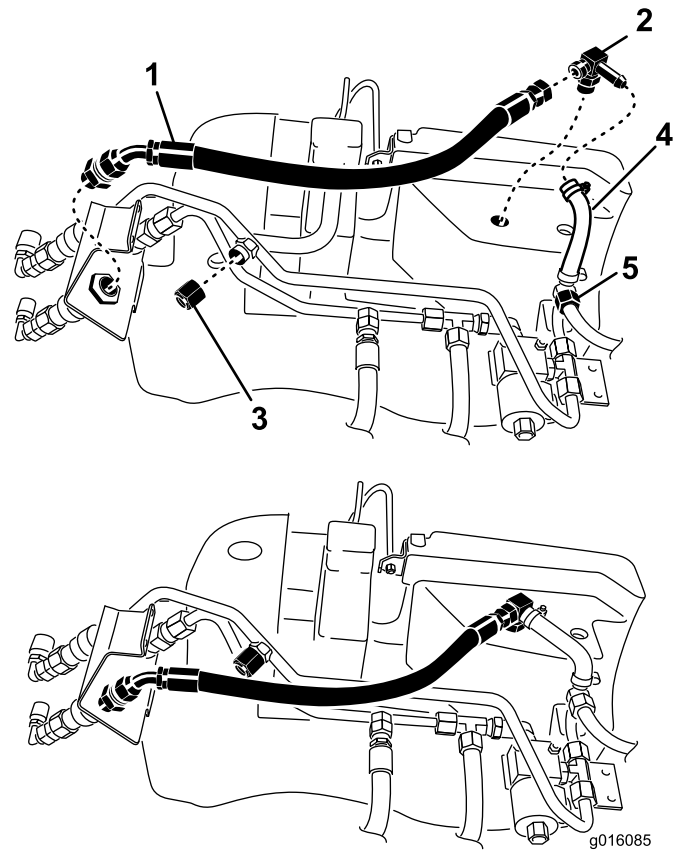

Figura 9
4. Instale el nuevo acoplamiento en T pequeño del depósito hidráulico. Posicione el acoplamiento según se muestra en Figura 9.
5. Conecte la manguera pequeña moldeada al nuevo acoplamiento en T y al tubo hidráulico pequeño con las abrazaderas que se retiraron anteriormente (Figura 9).
6. Instale el tapón en el orificio de la línea hidráulica (Figura 9).
7. Instale provisionalmente la manguera hidráulica nueva en el acoplamiento y en el pequeño acoplamiento en T (Figura 9).